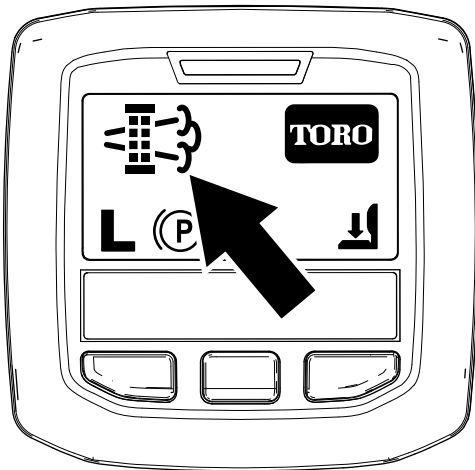

Figura 43
- Quando o computador do motor pede uma regeneração em estacionamento ou uma regeneração de recuperação, o ícone de pedido de regeneração (Figura 43) surge no InfoCenter.